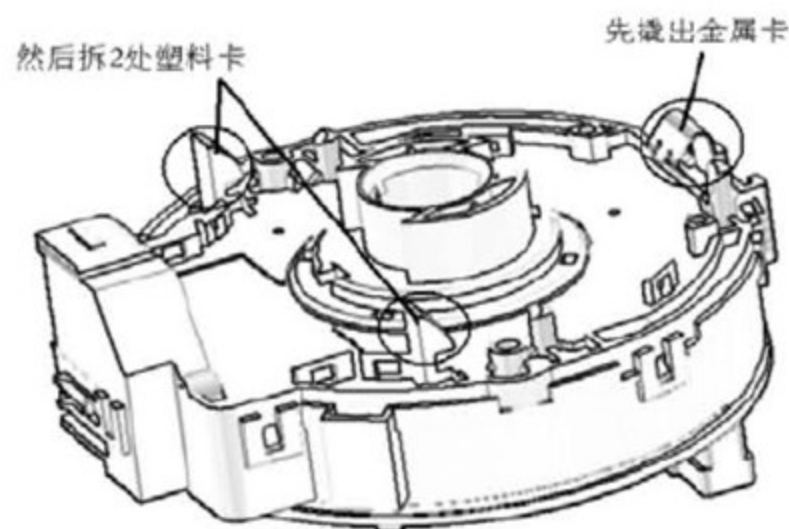

图 5.2—10
8) 拆下左组合开关（前照灯变光开关总成）。如图5.2—10所示。